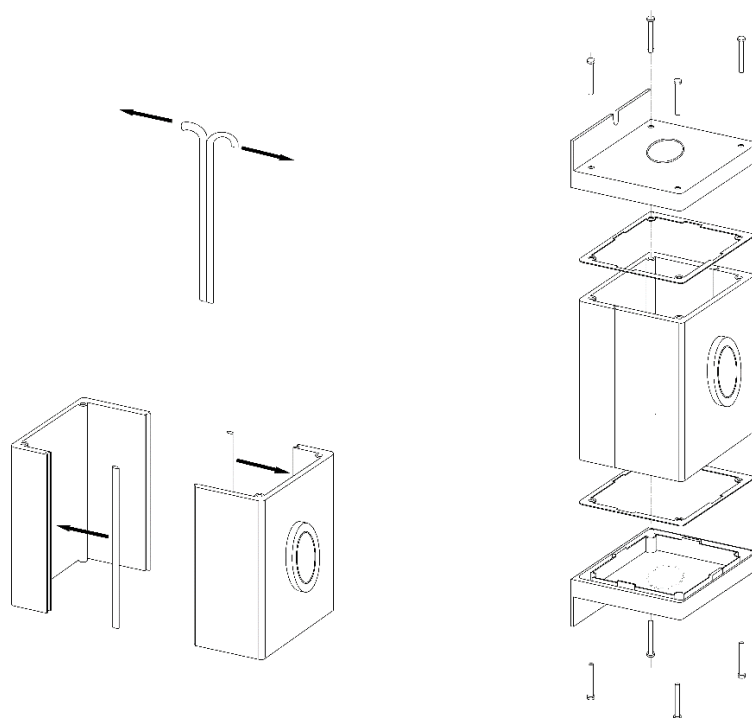

Рисунок 3. Сборка поста ВХМ47
5.9. После подключения проводов при сборке поста для обеспечения пыле-влагозащиты установить уплотнители на полусекции. Уплотнитель поставляется в двухжильном виде. Для установки уплотнитель разделяется пожильно и устанавливается на боковую выемку полусекции (см. Рисунок 3).